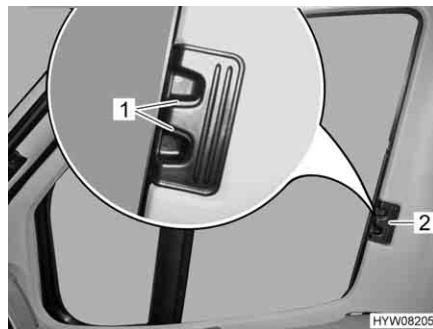

Fig. 7 Bloccaggio delle tendine oscuranti pieghevoli per il finestrino del conducente/passeggero
- Inserire la tendina oscurante pieghevole per la maniglia (Fig. 7,2) fino all'arresto.
- Fare innestare le maniglie di sbloccaggio (Fig. 7,1).